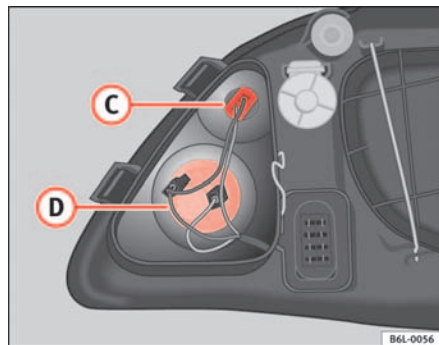

Fig. 149 Luz intermitente
- Gire hacia la izquierda el portalámparas y extráigalo de su alojamiento ⇒ fig. 149 ②.